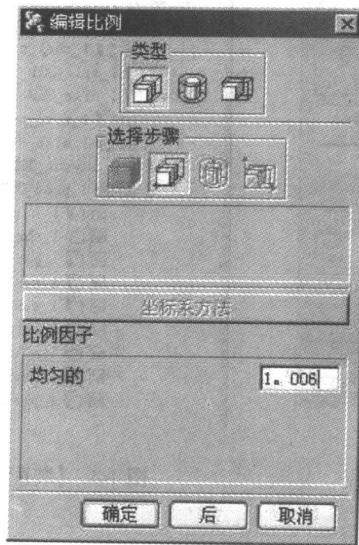

图 1-6 【编辑比例】对话框
5) 选择【Shrinkage】(收缩率)图标 \square ，打开如图 1-6 所示的设置收缩率的【编辑比例】对话框，在设置收缩率【类型】选项组中选择【均匀】类型图标，在【选择步骤】中选择参考点图标，然后在【比例因子】选项组中的【均匀的】文本框中输入收缩率为 1.006，单击【确定】按钮。